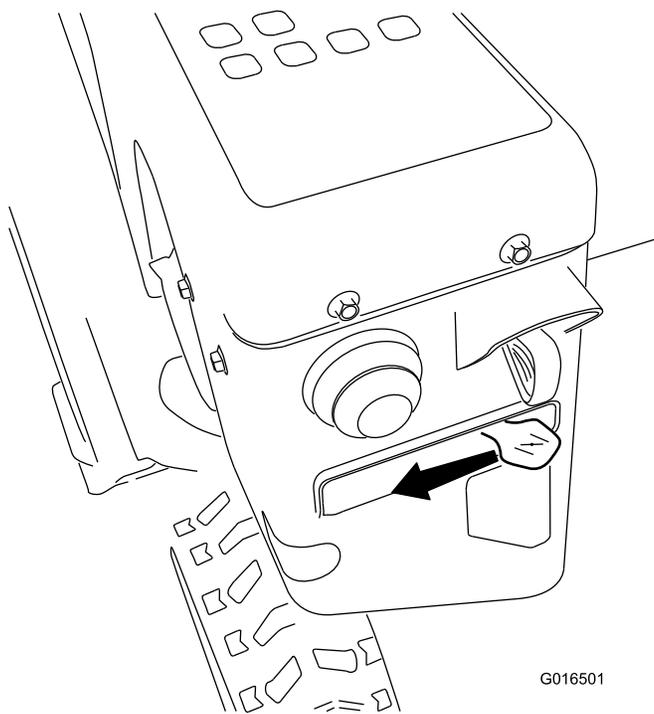

**Figura 27**
3. Inserite la chiave di accensione fino in fondo (Figura 27).